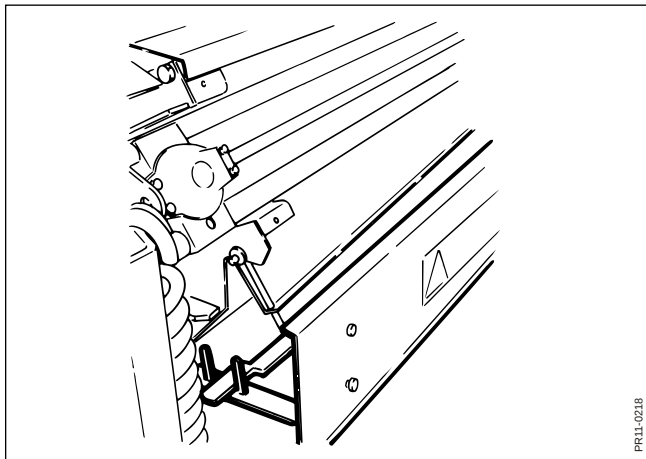

Fig. 4-19
- Fig. 4-19** 2. Skærm mellem slibeapparat og rotor sænkes ned, så der er frit mellem apparatet og rotoren.